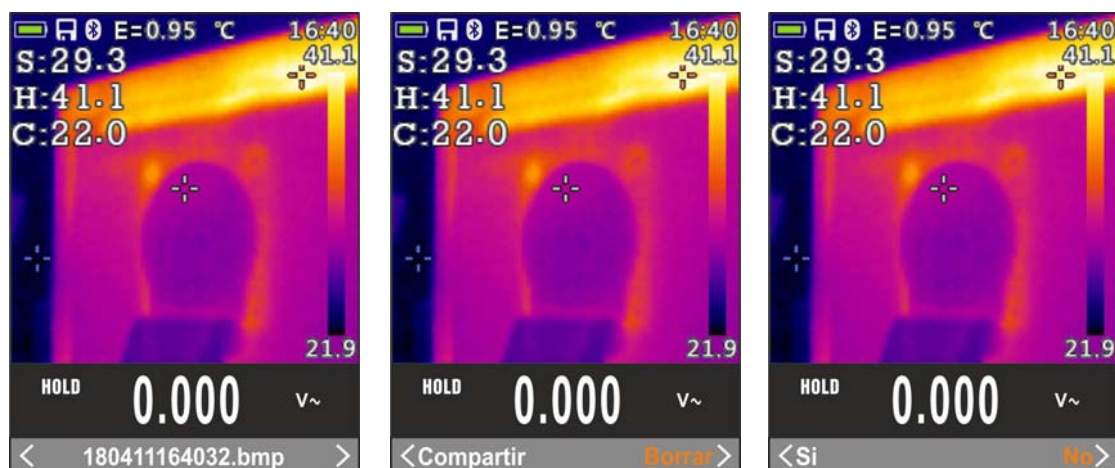

Fig. 42: Rellamada y borrado imagen IR
11. Entre en el Menú general para volver a ver el resultado guardado (ver Fig. 42 – parte izquierda)